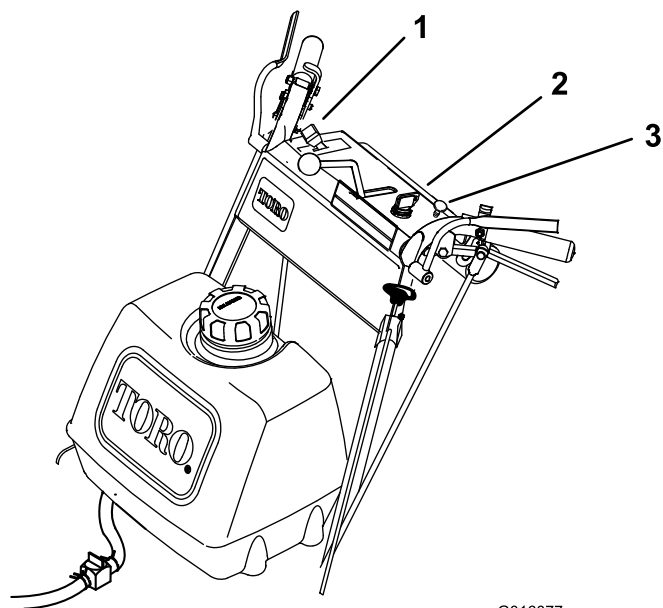

Рисунок 9
11. После прогрева двигателя установите воздушную заслонку в выключенное положение (Рисунок 9).
2. Переведите рычаг дроссельной заслонки в положение МЕДЛЕННО (Рисунок 9).